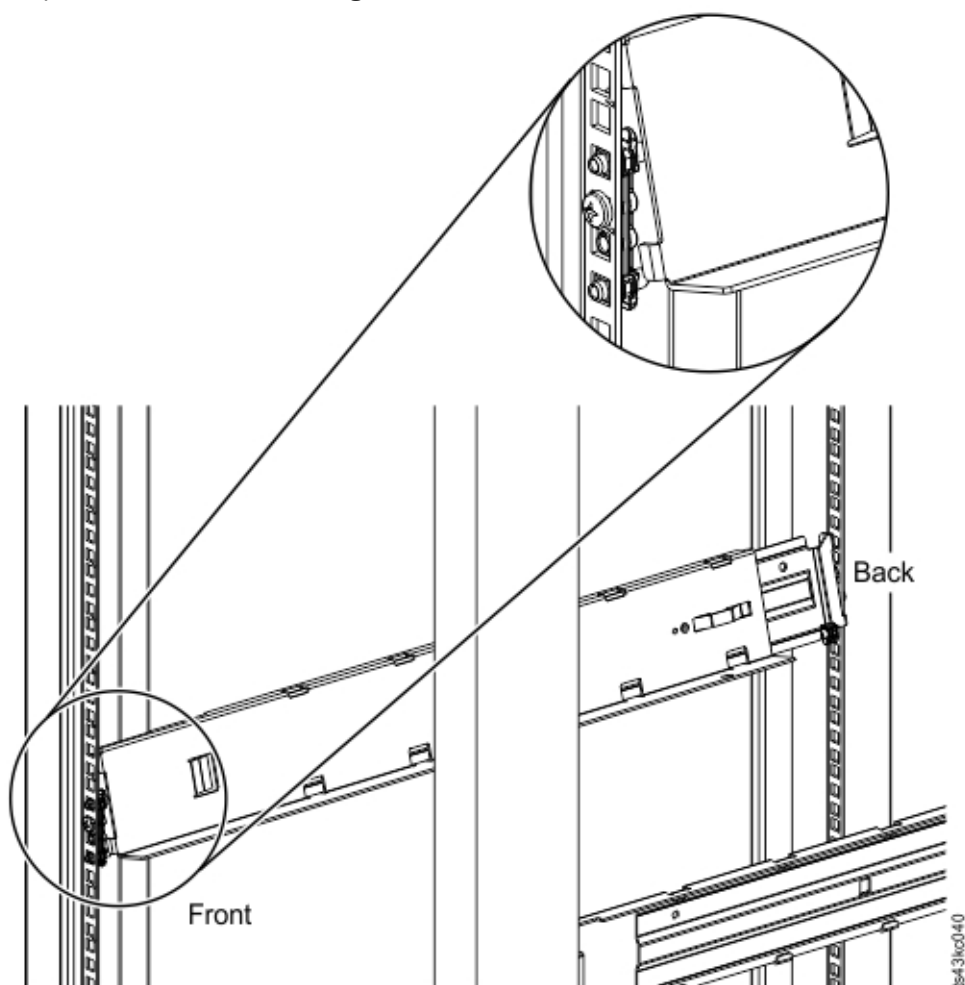

Figure 39. Montage des rails sur les connecteurs
- d. Montez le rail de montage en armoire LH sur les connecteurs. Voir Figure 39, à la page 63.